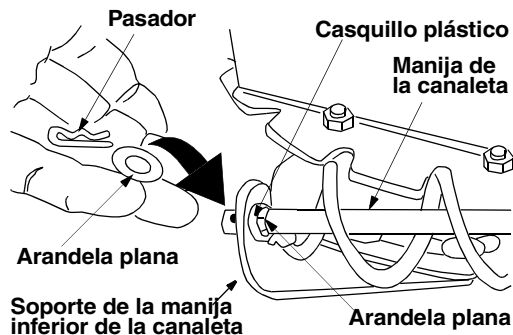

Figura 7
- Coloque una arandela plana de 3/8 de DI (del grupo G del conjunto de ferretería) en el extremo de la manija de la canaleta, a continuación inserte el extremo de la manija en el orificio del casquillo plástico en el soporte de la manija de la canaleta. Vea la Figura 7.
- Coloque la otra arandela plana de 3/8 de DI (del mismo grupo de ferretería) al extremo de la manija de la canaleta e inserte el broche del cabello dentro del orificio al extremo de la manija de la canaleta. Vea la Figura 7.
- Ajuste el soporte de la canaleta de manera que la espiral en la manija de la canaleta se enganche completamente con los dientes del conjunto de la canaleta. Vea la Figura 7. Ajuste bien las tuercas en el soporte inferior de la manija de la canaleta.